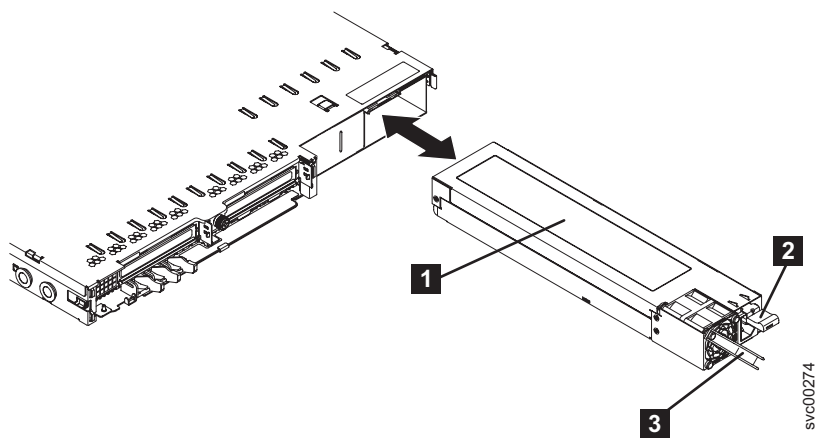

図 162. SAN ボリューム・コントローラー 2145-8G4 電源機構
1. 電源機構の後部のハンドルをつかんで (図 162 を参照)、所定の位置でカチッと音がするまで、電源機構をノードに向かって前方に完全にスライドさせます。